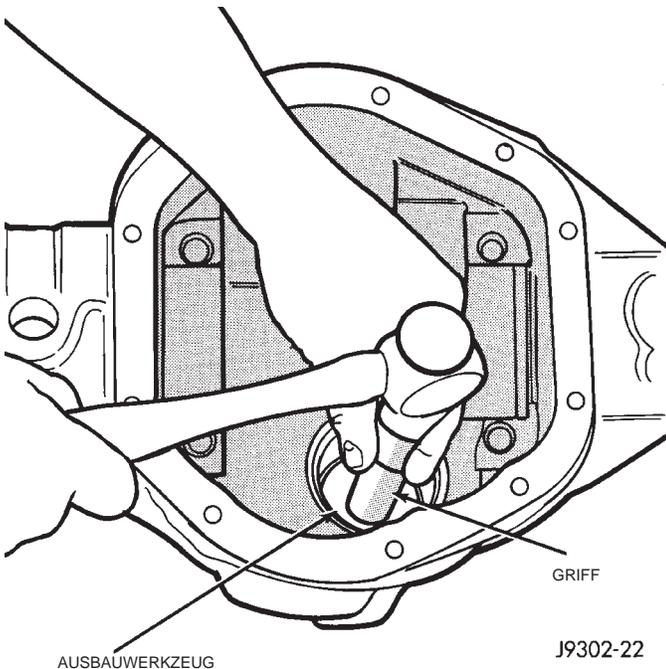

Abb. 36 Lagerschale des vorderen Lagers ausbauen
(7) Wellendichtring mit einem Gleithammer oder Hebel ausbauen.
(8) Ölabbstreifring (je nach Ausstattung) am vorderen Lager abnehmen.
(9) Die vordere Lagerschale und den Dichtring mit Werkzeug C-4345 und Griff C-4171 ausbauen (Abb. 36).